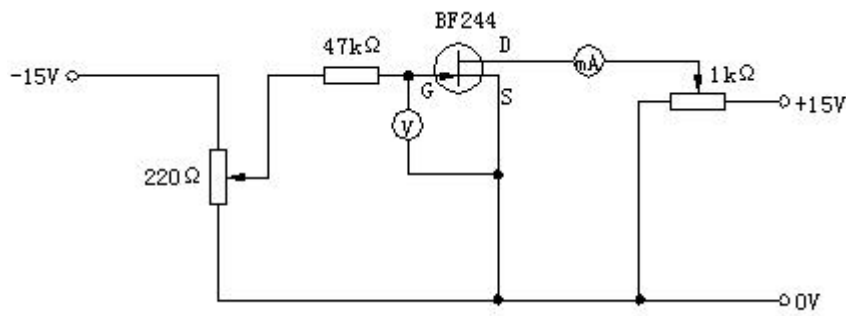

图 2-1
- 按图 2-1 接线，检查一下电压极性正确与否，并注意测量仪表量程选择是否正确。